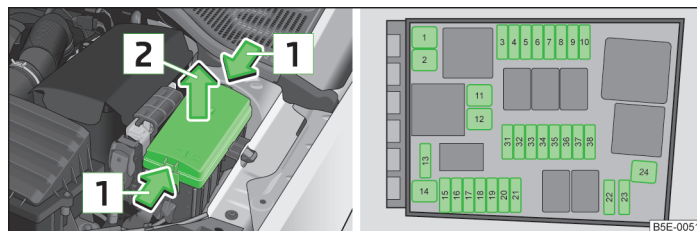

Fig. 172 Capacul cutiei cu siguranțe din compartimentul motor / reprezentare schematică a cutiei cu siguranțe
- În același timp, comprimați tastele de blocare în sensul săgeții **1** » fig. 172.